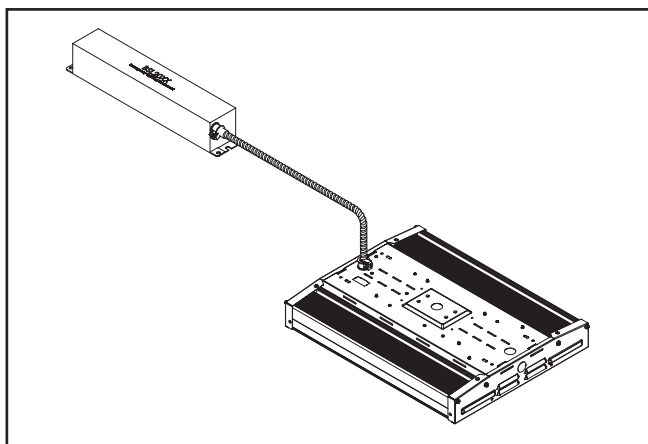

Figure 1.
2. Suspendre le luminaire au moins à 457 mm (18 po) sous le plafond, et placer le bloc-piles horizontalement ou verticalement à la structure du bâtiment ou à tout autre arrangement d'installation. (Figure 1.)